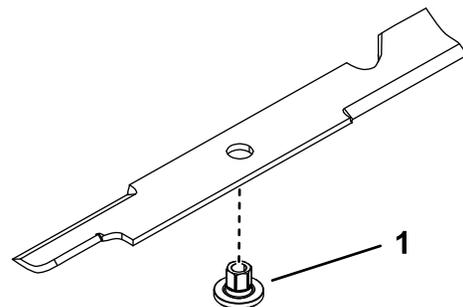

Figura 85
1. Instale el buje a través de la cuchilla con la brida del buje en el lado inferior (lado del césped) de la cuchilla (Figura 85).